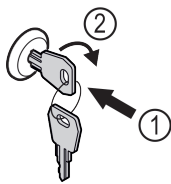

Fig. 132 Représentation à titre d'exemple
- Insérer la clé Fig. 132 (1).
- Tourner la clé à 90° dans le sens horaire Fig. 132 (2).